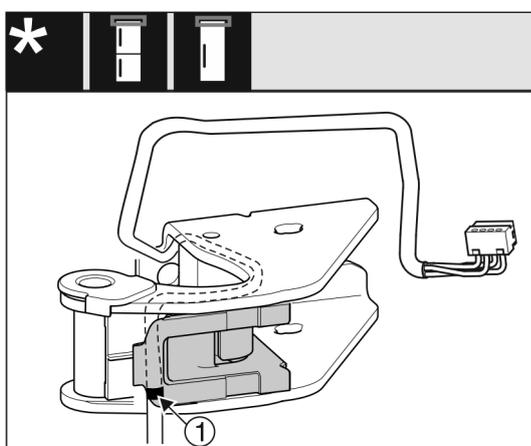

Fig. 16
- ▷ При этом средняя маркировка должна находиться на краю держателя кабеля Fig. 16 (1).